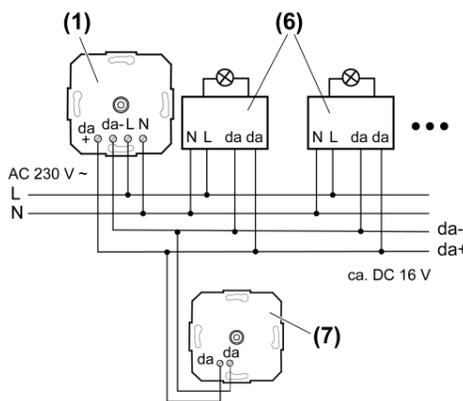

Bild 3
- (1) DALI-Potentiometer "aktiver Betrieb"
- (6) DALI-Teilnehmer z. B. DALI-EVG, DALI Device Type 8 für Tunable White
- (7) DALI-Potentiometer ohne Anschluss der Netzspannung "passiver Betrieb"
- DALI-Potentiometer und DALI-EVG gemäß Anschlussbeispiel anschließen (Bild 3). Dabei die Angaben des EVG-Herstellers beachten.